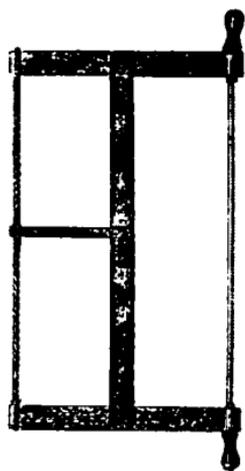

Рис. 18. Поворотная пила.
*Поворотная пила* (рис. 18) отличается отъ обыкновенной лучковой только тѣмъ, что полотно ея гораздо уже, а лучокъ нѣсколько выше, чѣмъ у обыкновенной. Поворотная пила употребляется тогда, когда надо распилить доску по кривой линіи, потому что широкое полотно обыкновенной лучковой пилы не можетъ дѣлать крутыхъ поворотовъ.